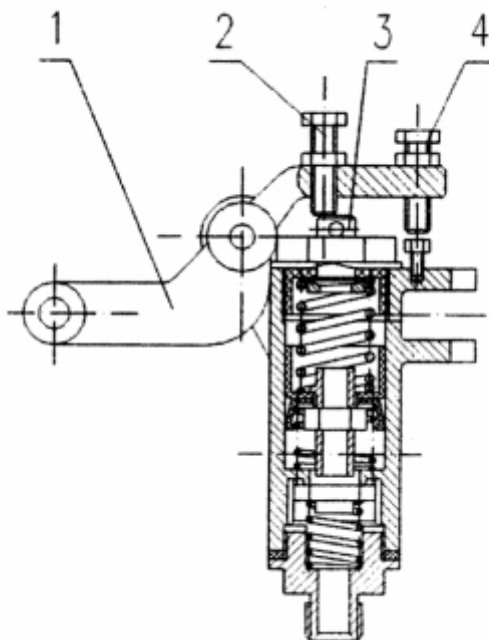

Рисунок 3-9 Тормозной клапан
3.3.3 Регулировка пневматического тормозного устройства (рисунок 3-9)